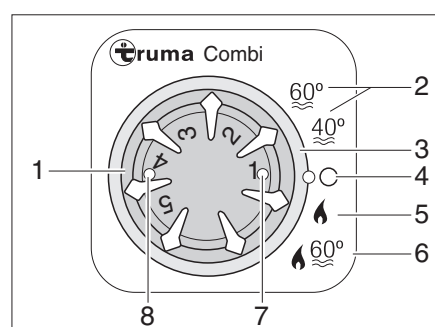

Fig. 326 Unidad de mando para la calefacción/caldera
- Seleccionar el modo de funcionamiento con el interruptor giratorio (Fig. 326,3).
La calefacción selecciona por sí sola la potencia de quemador necesaria. En el modo de funcionamiento "Calefacción y caldera" (Fig. 326,6) se calienta también el agua en la caldera. La calefacción puede utilizarse en el modo de funcionamiento "Calefacción sin caldera" (Fig. 326,5) con la caldera vacía.
- Poner el botón giratorio de temperatura (Fig. 326,1) de la unidad de mando en el nivel de calefacción deseado.
- Poner el interruptor giratorio (Fig. 326,3) en modo de invierno "Calefacción sin caldera" (Fig. 326,5) o en modo de invierno "Calefacción y caldera" (Fig. 326,6).
La luz de control verde (Fig. 326,7) se enciende.
- Ajustar el interruptor giratorio (Fig. 326,3) en "O" (Fig. 326,4).